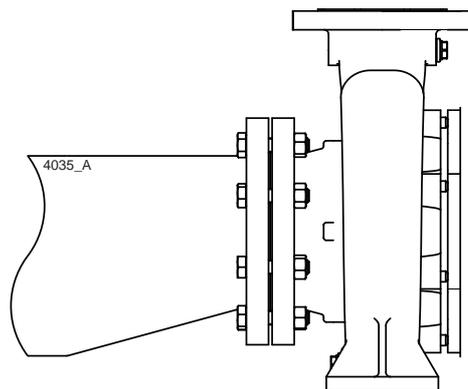

Figura 6: Riduzione eccentrica verso la flangia d'aspirazione.
- Il passaggio del liquido nel tubo d'aspirazione deve essere calcolato con molto margine. La suddetta tubazione deve essere più corta possibile e sistemata in maniera che non sia reso possibile il formarsi di sacche d'aria. Qualora ciò non fosse possibile, deve essere prevista la possibilità di sfiatare l'aria dal punto più alto. Se il tubo d'aspirazione fosse più grande della flangia d'aspirazione, sarà necessario utilizzare una riduzione in modo da impedire la formazione di sacche d'aria e vortici. Vedere la figura 6.